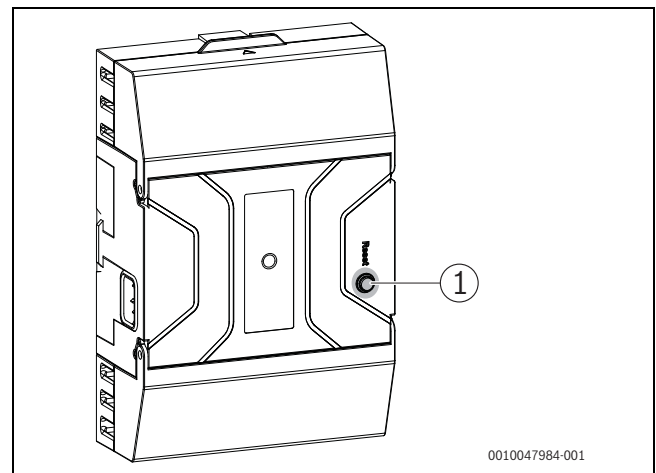

Bild 93 Störungen am Feuerungsautomat zurücksetzen
- ▶ Taste „Entstören“ am Feuerungsautomat drücken (→ Bild 93). Das Gerät geht wieder in Betrieb und die Standardanzeige erscheint im Display.